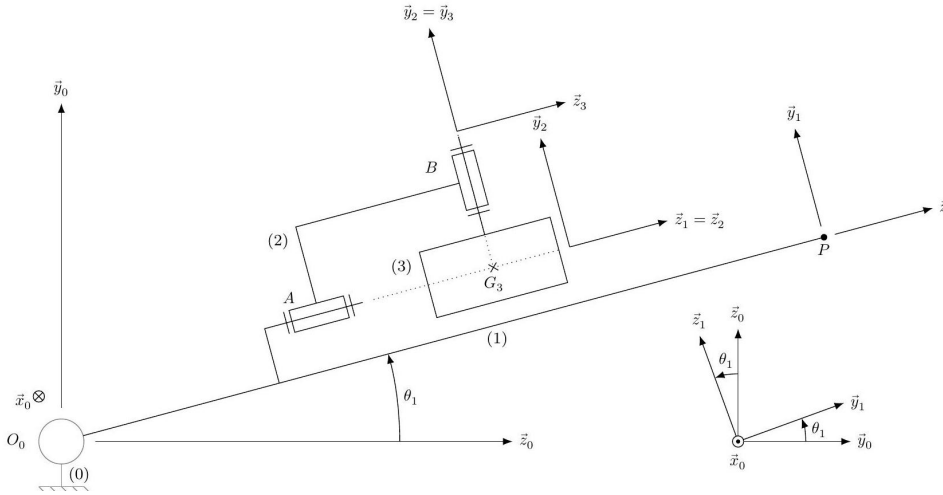

FIGURE 1 – Modèle cinématique du système GyroLock (représenté pour  $\theta_2 = \theta_3 = 0$ )
Dans la modélisation retenue (figure 1), une liaison pivot non parfaite permet de représenter la flexibilité de l'attache reconfigurable. La table d'opération (0) est supposée fixe et le référentiel  $\mathcal{R}_0 (O_0, \vec{x}_0, \vec{y}_0, \vec{z}_0)$  lié à la table (0) est galiléen. Au stabilisateur (1) est associé le repère  $\mathcal{R}_1 (O_0, \vec{x}_0 = \vec{x}_1, \vec{y}_1, \vec{z}_1)$  avec  $\theta_1 = (\vec{y}_0, \vec{y}_1) = (\vec{z}_0, \vec{z}_1)$ . Le point  $P$  tel que  $O_0P = L$  représente le bout du stabilisateur (1) en contact avec la zone à opérer.